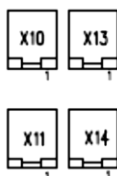

Abb. 30
7. Wählen Sie die zwei freien Anschlüsse auf der Platine zum Anschluss der neuen Batterien (X10 und X13 oder X11 und X14, Abb. 30).